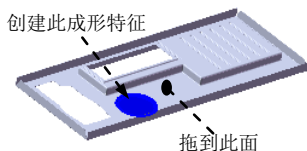
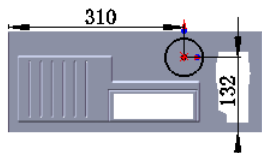

图 17.7.65 创建成形特征 2
图 17.7.66 横断面草图
Step9. 创建图 17.7.65 所示的成形特征 2。
(1) 单击任务窗格中的“设计库”按钮 ，打开设计库对话框。
(2) 单击“设计库”对话框中的  ch17 节点，在设计库下部的列表框中选择“case_shaped_tool_02”文件并拖动到图 17.7.65 所示的平面，在系统弹出的“成形工具特征”对话框中单击  按钮。
(3) 单击设计树中  case_shaped_tool_021 节点前的“加号”，右击  特征，在系统弹出的快捷菜单中单击  命令，进入草图环境。
(4) 编辑草图，如图 17.7.66 所示。退出草图环境，完成成形特征 2 的创建。